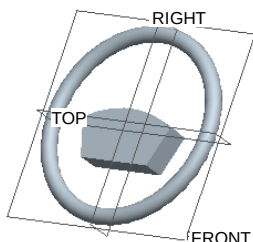
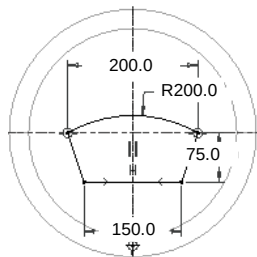
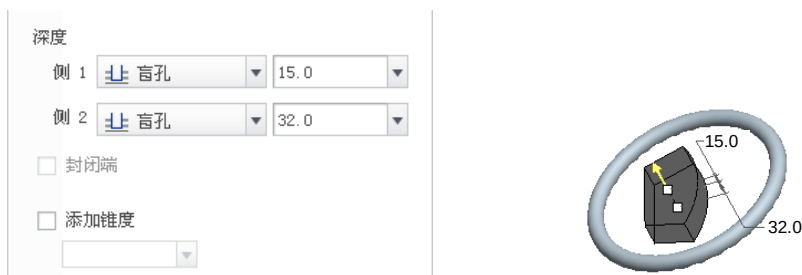

图 4.4.32 拉伸特征 1
图 4.4.33 截面图形
图 4.4.34 定义深度
③ 在草绘工具栏中单击“确定”按钮.
(6) 完成扫描特征的创建。单击操控板中的按钮，完成扫描特征 1 的创建。
Step4. 创建图 4.4.32 所示的拉伸特征。在操控板中单击“拉伸”按钮。选取 FRONT 基准平面为草绘平面，选取 RIGHT 基准平面为参考平面，方向为左；绘制图 4.4.33 所示的截面草图，在操控板中定义拉伸类型为，再在深度文本框中输入深度值，侧 1 为 15.0，侧 2 为 32.0，如图 4.4.34 所示。单击按钮，完成拉伸特征 1 的创建。